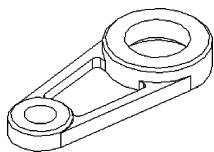

图 13-61 倒圆角及倒角后的实体
(17) 单击“三维工具”选项卡“实体编辑”面板中的“倒角边”按钮, 对实体左右两部分顶面进行倒角操作, 倒角距离为 3。单击“可视化”选项卡“视觉样式”面板中的“隐藏”按钮, 进行消隐处理后的图形, 如图 13-61 所示。
(18) 选择菜单栏中的“修改”→“三维操作”→“三维镜像”命令, 将实体进行镜像处理, 命令行提示如下。